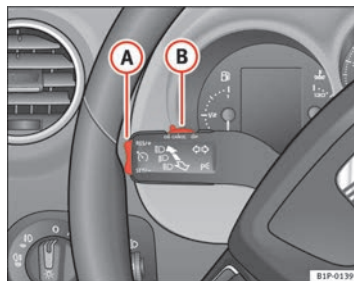

Abb. 133 Blinker- und Fernlichthebel: Schalter und Wippe für die Geschwindigkeitsregelanlage
- Drücken Sie den unteren Teil der Wippe **SET/SET** ⇒ Abb. 133 **(A)** einmal kurz, wenn die zu speichernde Geschwindigkeit erreicht worden ist.